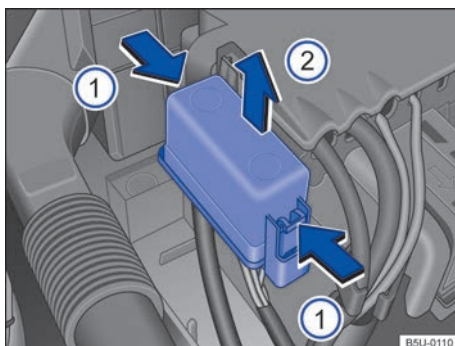

Fig. 163 En el compartimento del motor: cobertura de la caja de fusibles.
- Presionar las trabas en el sentido de la flecha → fig. 163 , para desbloquear la cubierta de la caja de fusibles.